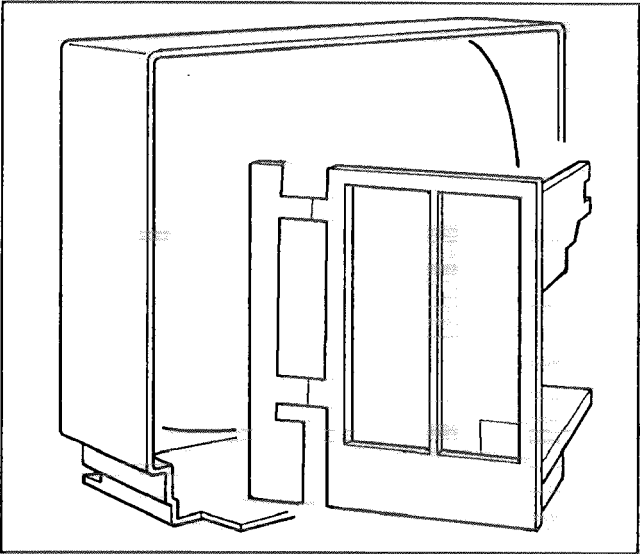

Fig.6 Controllo e riparazione
- 1. Posizionare il chassis tolto dal televisore nel modo visto in Fig. 6.